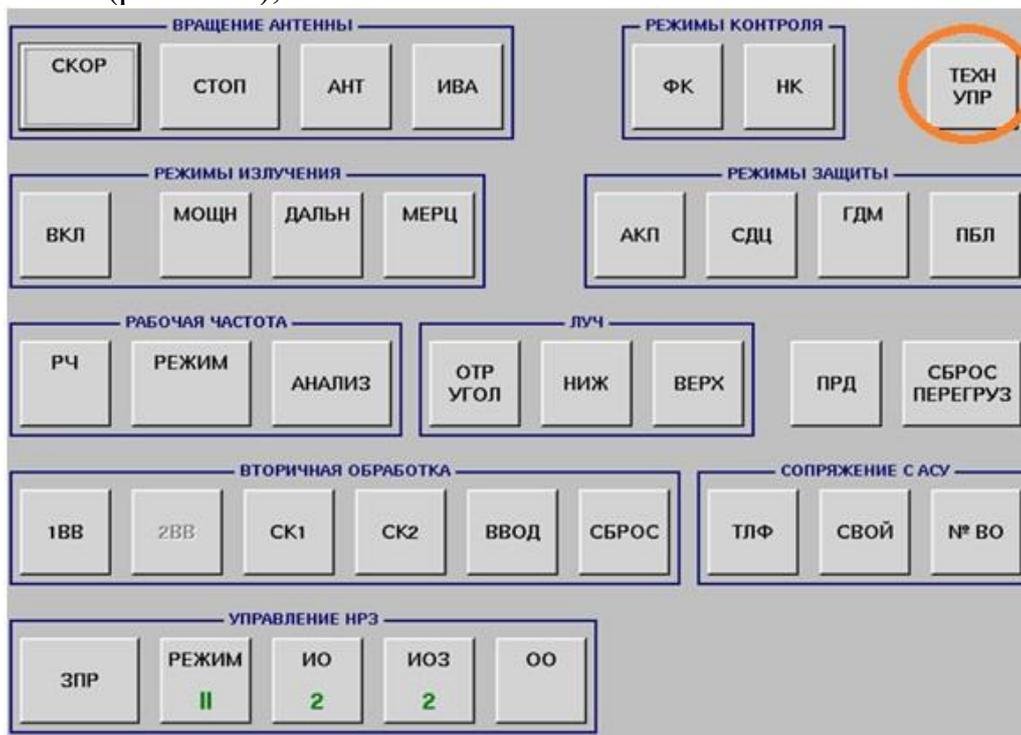

Рис. 5.39. Первый шаг формирования кругового строба в ручном режиме КМП
- для КМП ручного режима формируется круговой строб. Для задания его параметров на тактильной панели МПС 12 нажать кнопку «ТЕХН УПР» (рис. 5.39);